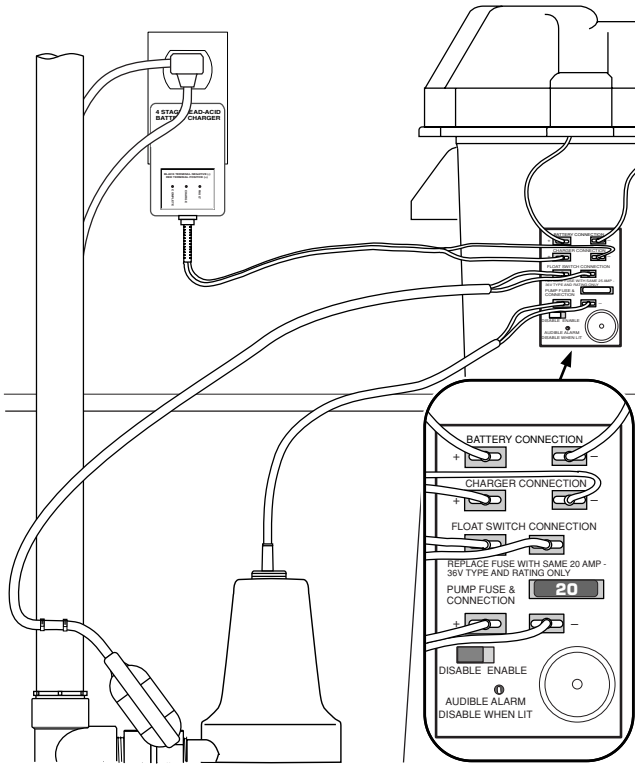

Figura 9 – Conexiones de cables FP1800DCC-01
1. Aplique dos trozos de cinta de dos lados (suministrada, clave No. 9) a la parte posterior de la caja de empalme. Oprima la caja de empalme sobre la caja de la batería según se ilustra en la Figura 9 y en la página 43 (vista esquemática).
2. Conecte el cargador según se ilustra en la Tabla 1 y en la Figura 9.